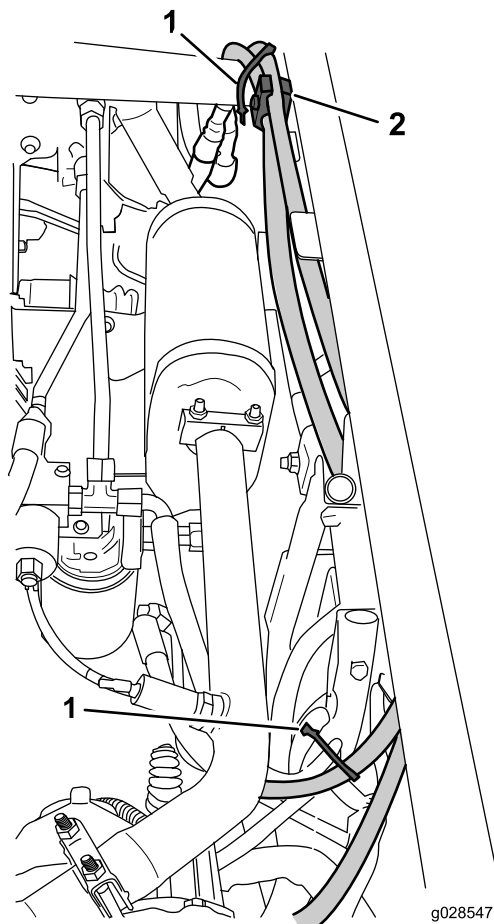

Figura 7
- Encaminhe os tubos e prenda-os com braçadeiras, um grampo de tubo e um parafuso em grampo como se mostra na Figura 7.